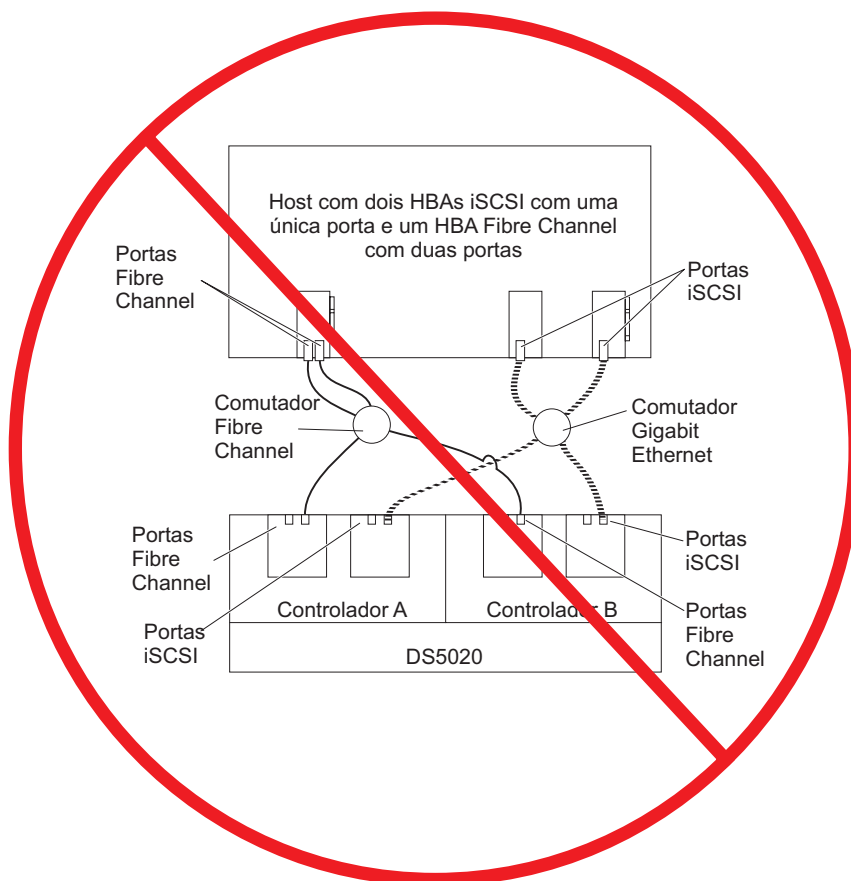

Figura 64. Exemplo de uma configuração incorreta: Um único host, iSCSI e Fibre Channel
- Exemplo de uma configuração incorreta: único host, iSCSI e Fibre Channel, como mostrado na Figura 64 na página 96
A Figura 64 mostra uma configuração incorreta de um único host com ambas as conexões iSCSI e Fibre Channel.
Importante: Não cabeie o subsistema de armazenamento e os sistemas host como mostrado na Figura 64. Um subsistema de armazenamento com a topologia de armazenamento incorreta pode parecer estar funcionando, mas o cabeamento incorreto pode ter resultados imprevisíveis em potencial.